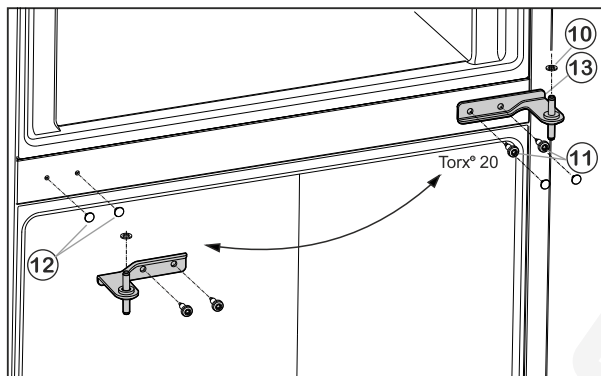

Fig. 6
- ▶ Óvatosan húzza le a burkolatokat Fig. 6 (12) és az ellenkező oldalra szerelje vissza.